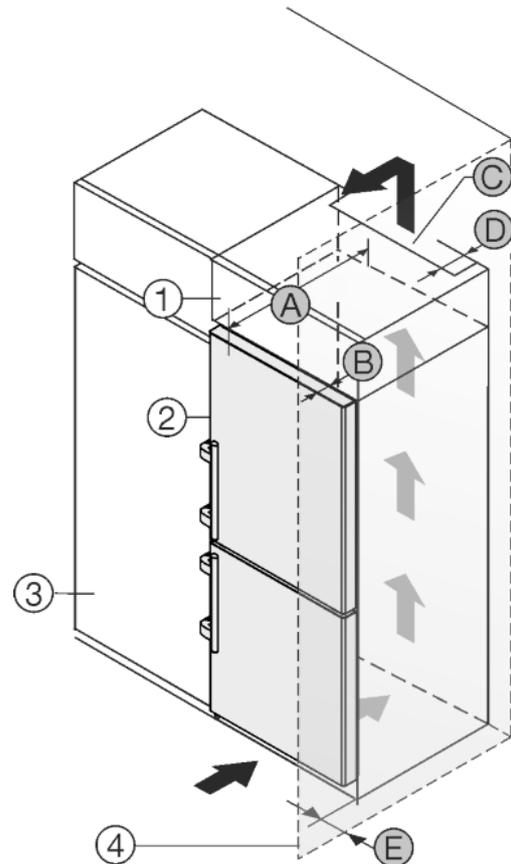

Fig. 13
Das Gerät kann mit Küchenschränken umbaut werden. Um das Gerät Fig. 13 (2) der Küchenzeilenhöhe anzugleichen, kann über dem Gerät ein Aufsatzschrank Fig. 13 (1) angebracht werden.
Das Gerät kann direkt neben dem Küchenschrank Fig. 13 (3) aufgestellt werden. Um die Türen vollständig öffnen zu können, muss das Gerät um die Tiefe Fig. 13 (B) gegenüber der Küchenschrankfront vorstehen. Abhängig von der Tiefe der Küchenschränke und Verwendung von Wandabstandshaltern kann das Gerät weiter herausragen.
- An der Rückseite des Aufsatzschrankes muss ein Abluftschacht mit der Tiefe Fig. 13 (D) über die gesamte Aufsatzschrankbreite vorhanden sein.
- Unter der Raumdecke muss der Entlüftungsquerschnitt Fig. 13 (C) eingehalten werden.
Wenn das Gerät mit den Scharnieren neben einer Wand Fig. 13 (4) aufgestellt wird, muss der Abstand Fig. 13 (E) zwischen dem Griffüberstand bei geöffneter Tür.